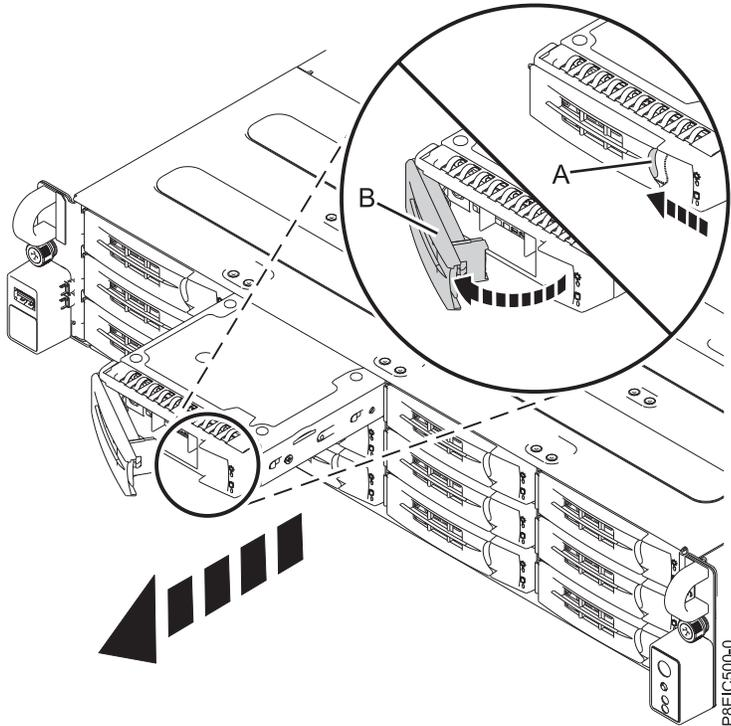

Figura 1. Removendo uma bandeja de unidade frontal
4. Destrave a alça da bandeja da unidade empurrando a liberação da alça (A) na direção mostrada. A alça (B) desencaixa em sua direção. Se a alça não encaixar para fora por todo o caminho, a bandeja de unidade não deslizará para fora do sistema, conforme mostrado em Figura 1 na página 4.